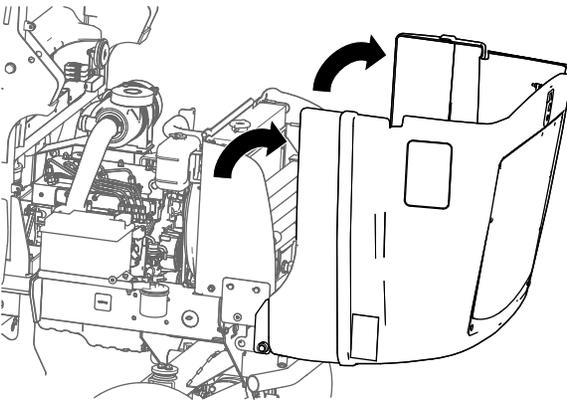

Bild 3
3. Drehen Sie die Motorhaube nach hinten und unten, siehe (Bild 3).